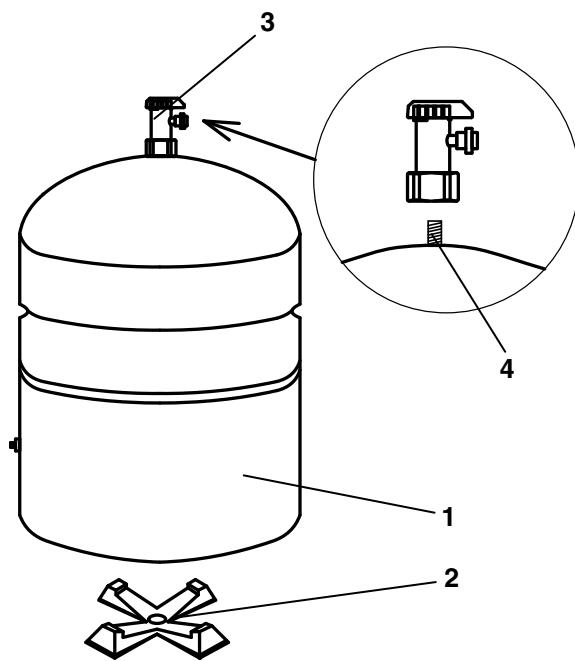

Рисунок 7. Накопительный бак
5.6 Сборка накопительного бака для чистой воды (Рис. 7)